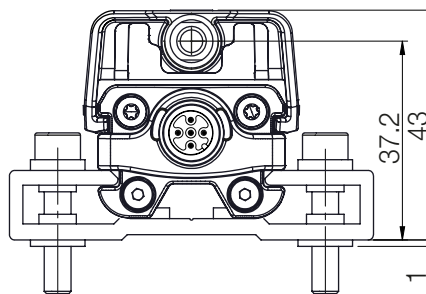
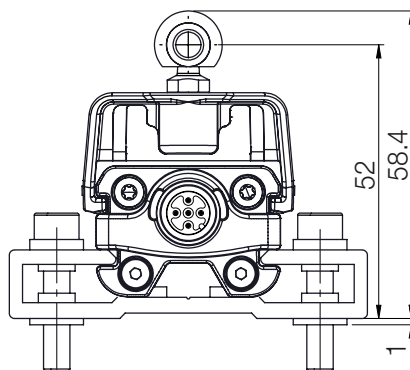
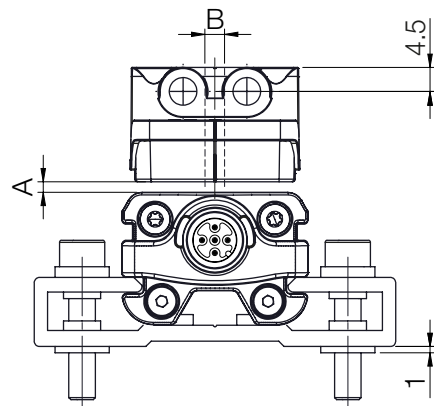
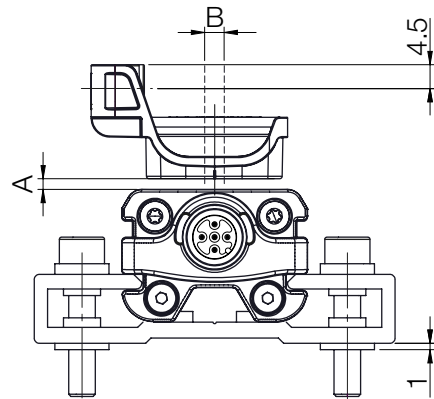

图 5-1: 使用BAM TG-IR-037-A时的尺寸和距离
图 5-2: 使用BAM TG-IR-037-B时的尺寸和距离
图 5-3: 使用BAM TG-IR-036-A时的尺寸和距离
图 5-4: 使用BAM TG-IR-036-B时的尺寸和距离
快速电感式位置测量系统BIR不仅适用于自由式即非接触工作的位置指示器 (参见图 5-3和图 5-4)，同样也适用于引导式位置指示器 (参见图 5-1和图 5-2)。
- 对于位置指示器和BIR之间的距离A以及中心偏置量B（参见图 5-3和图 5-4），请遵守以下数值：
电气连接通过插头连接实现 (插脚布局参见图 5-2)。